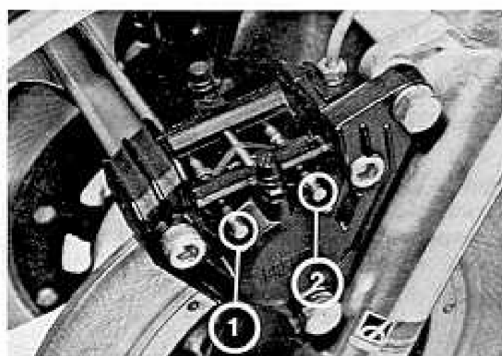

Fig. 188
- Sfilare i due perni di ritegno (1) da ciascuna pinza agendo su di essi con un cacciapigne e leggeri colpi di martello (Fig. 188).
- Drive out the pad retaining pins (1) using a pin punch and tapping it lightly with a hammer (Fig. 188).